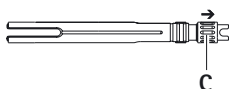

Рис. 1
- Поверните зажимной винт **C** в направлении стрелки пока не станет видна резьба в направлении рабочего конца, см. Рис. 1.